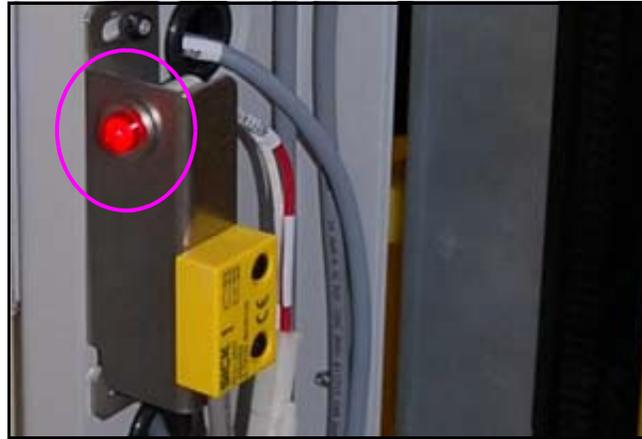

Figura 2-20: LED de intertravamento
- a. O LED de intertravamento está aceso para indicar que o intertravamento está aberto (consulte Figura 2-20).